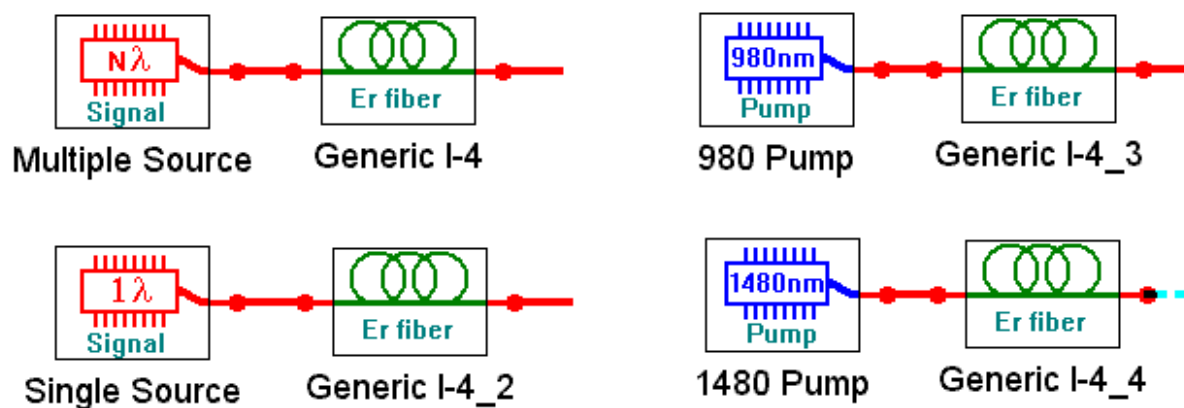

Рис. 1.1. Схемы подключения источников излучения к эрбиевому ОВ.
- 1.2. Соберите сразу 2 схемы (рис. 1.1) с источниками  $N\lambda$  и  $1\lambda$  для исследования затухания эрбиевого ОВ в диапазоне длин волн 1520-1560 нм. При сборке схем не забудьте к выходу исследуемого ОВ подключить отрезок ОВ.
- 1.6. Соберите сразу 2 схемы (рис. 1.1) с источниками излучения накачки **980 nm Pump** и **1480 nm Pump** и теми же ОВ.